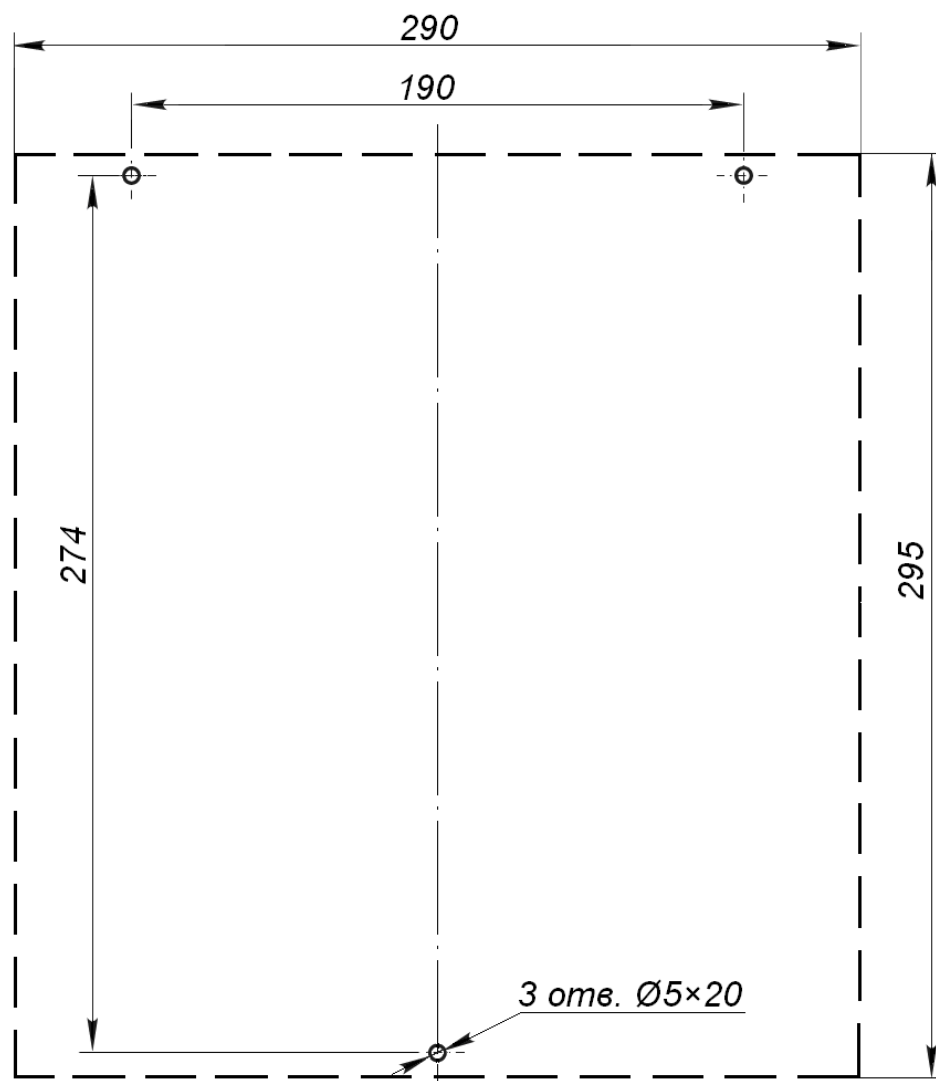

Рисунок 9. Разметка отверстий для крепления БУ на стене
5. Извлеките из коробки створку (3). Установите ее на поворотную стойку (1) в патрубки (7). Через отверстия в патрубках затяните установочные винты крепления створки ключом шестигранным S5. Убедитесь, что створка (3) надежно закреплена.
6. Проверьте свободный поворот створки калитки. Для этого разблокируйте ключом замок механической разблокировки (6) (см. разд. 10.1). Створка калитки должна поворачиваться рукой в обе стороны легко и равномерно. После проверки установите створку в исходное положение и заблокируйте вращение калитки ключом.
8. Выполните разметку отверстий для крепления БУ на стене согласно рис. 9. Просверлите отверстия и установите в них пластмассовые дюбели из комплекта монтажных частей.